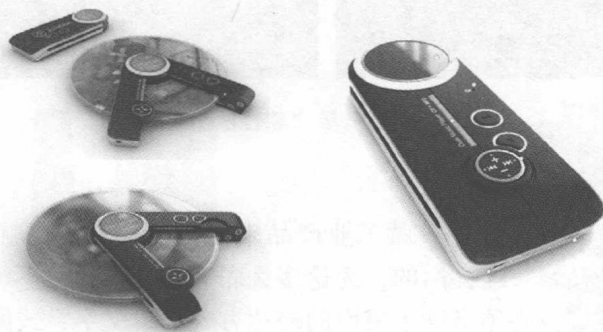

图 1-6 MP3 播放器
④ MP3 播放器概念产品：这款新型的 MP3 播放器，既保持小巧的身姿，又能够兼顾 CD 音乐媒体，大部分时候它像是普通的 MP3 播放器一样工作，但是如果想要听 CD 音乐，只需要将 CD 插入插槽，通过一端的转轴将 CD 光盘固定住，就可以读取 CD 上的音乐了，如图 1-6 所示。